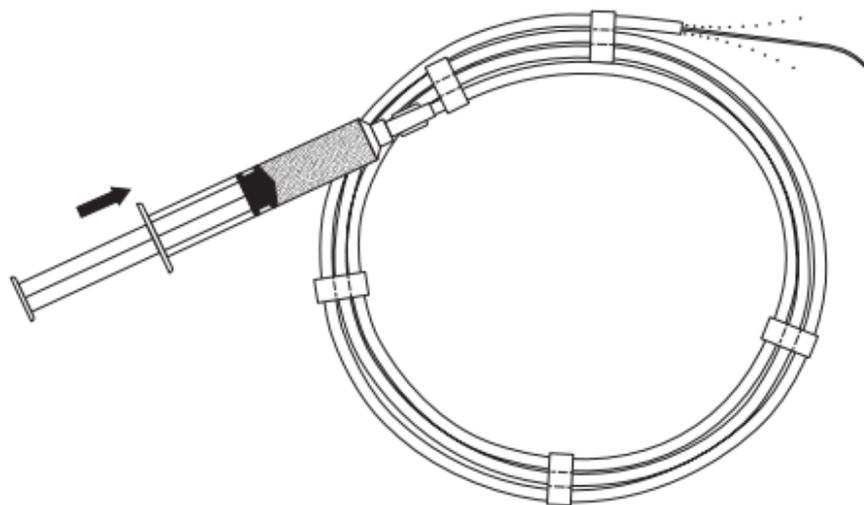

图1
2. 注射足够的液体,使导丝表面完全湿润。(图1) 这样将活化AQ涂层,使导丝表面非常滑。